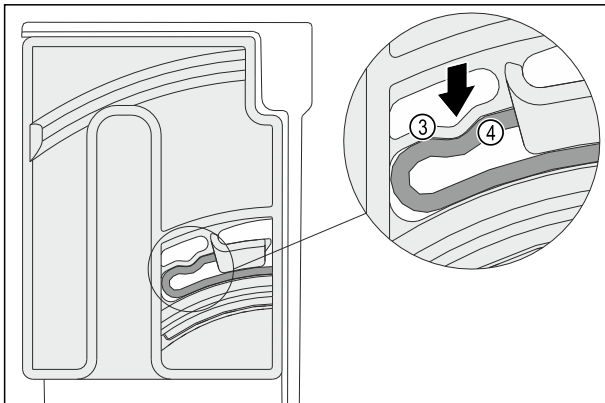

Fig. 128
- ▶ Эластичный элемент Fig. 128 (3) поворотного блока фиксируется с характерным звуком в углублении ребра Fig. 128 (4).